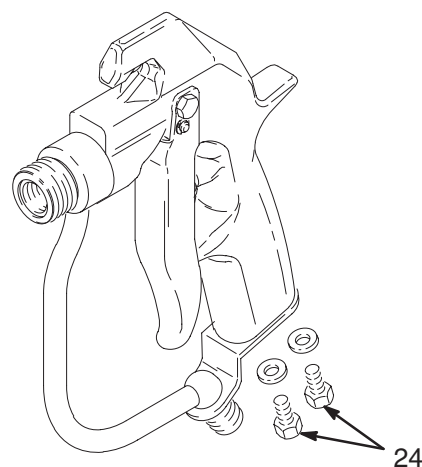

Fig. 9
5. Retirer les vis (24). Voir Fig. 9.